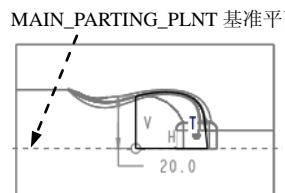

图 6.16 截面草图
(3) 绘制截面草图。选取 **MAIN_PARTING_PLN** 基准平面为草绘参考；绘制图 6.16 所示的截面草图，完成截面的绘制后，单击“草绘”操控板中的“确定”按钮 。